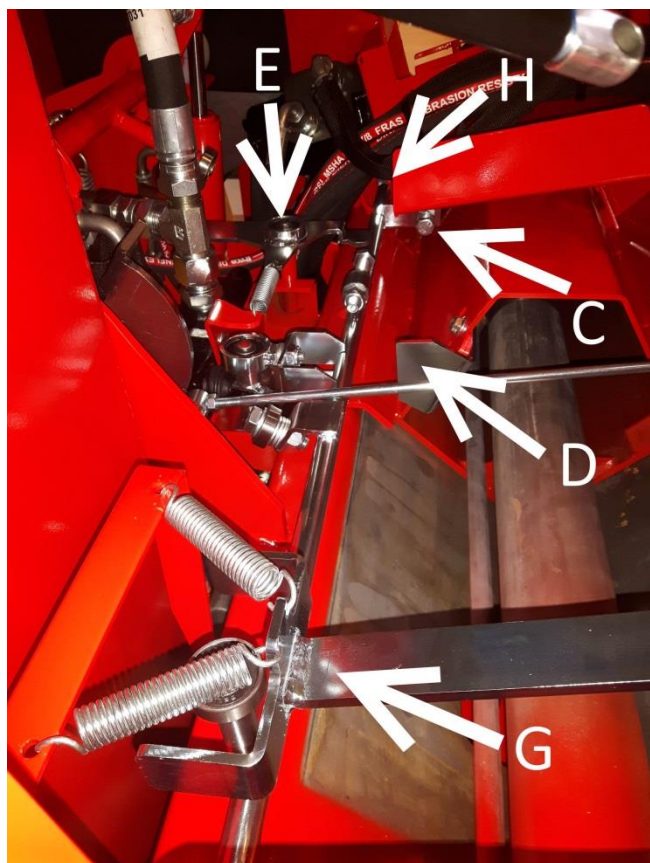
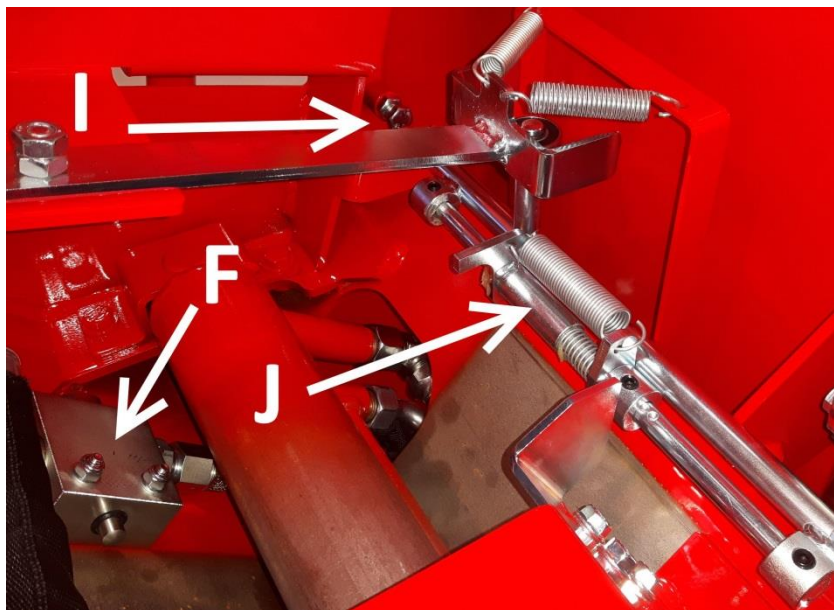

Bild 18
Bild 19
Obs! Vrid vid behov mätanordningens platta i rätt position efter vedens tjocklek. (Se bild 18 och bild 19).
4. Med ställskruv **C** kan man ställa in klyvcylinders slaglängd, det vill säga i vilket läge klyvcylindern byter från klyvläge till returläge (Bild 18). Om slaglängden till exempel är för kort (klyvcylindern kommer inte tillräckligt nära klyvbettet), vrid justerbult **C** längre bort sedd från skiva **D**, det vill säga mer fast och tvärtemot.
5. Ventilen **F** (Bild 19) Stoppar cylindern efter klyvrörelsen. Startläget går inte att justera.
Observera! Rörelseförstärkaren fjäder **J** (bild 19) **måste röra sig fritt, så att klyvbalken fritt återgår till startläget.**
Observera! Klyvspaken **G** rör samma klyvstång som aktivering **E** av sågningens klyvning. (Bild 18)
Klyvventilens yttersta lägen begränsas med bultarna **H** och **I** (Bild 18 och Bild 19). Bultarna ska inte justeras, utan en sliten bult ska bytas ut mot en ny!
7. Rölseförstärkarens hylsa J och stång. Bild 19 (med 200 timmars mellanrum)